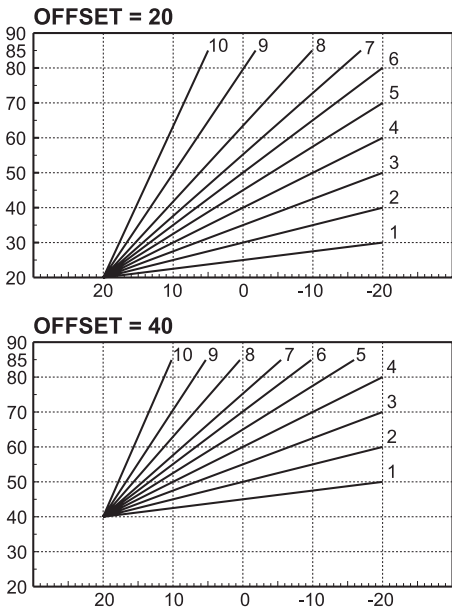

Рис. 25. Пример параллельного смещения компенсационных кривых
- Offset:** через это подменю открывается доступ к параллельному смещению кривых с помощью кнопок «+» и «-» **ГВС**. Характеристики указаны на рис. 25.